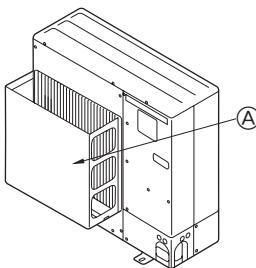

Fig. 2-4
- ② Ünite, tayfun ve başka nedenlerden oluşan güçlü rüzgârların doğrudan hava çıkışına girebileceği bir yere monte edilmisse, isteğe bağlı olarak sağlanan bir hava kılavuzu monte edin. (Fig. 2-4)